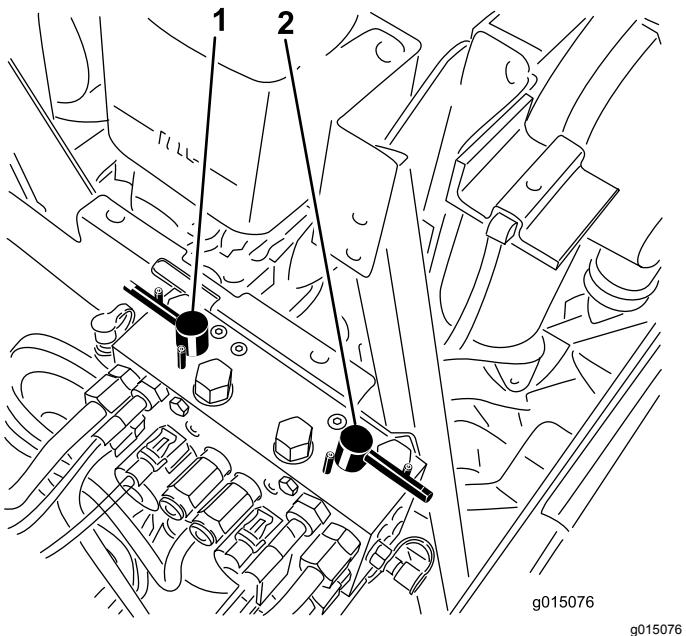

Figure 109
- Sélectionnez les leviers de rodage avant, arrière ou les deux pour déterminer les unités qui doivent être rodées (Figure 109).